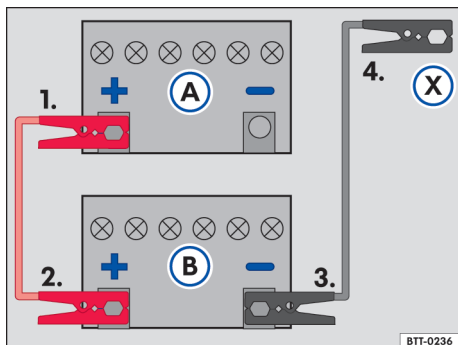

Fig. 123 Esquema para a conexão dos cabos auxiliares de partida: bateria do veículo descarregada (A) e bateria do veículo fornecedora de corrente (B).
Legenda para → Fig. 123:
- Conectar uma extremidade do cabo auxiliar de partida *vermelho* ao polo positivo → Fig. 123 + do veículo com a bateria do veículo descarregada ③ → ⚠.
- Conectar a outra extremidade do cabo auxiliar de partida *vermelho* ao polo positivo + da bateria do veículo fornecedora de corrente ④.
- Conectar uma extremidade do cabo auxiliar de partida *preto* ao polo negativo - da bateria do veículo fornecedora de corrente ⑤.
- Conectar a outra extremidade do cabo auxiliar de partida *preto* X no veículo com a bateria do veículo descarregada em uma peça maciça de metal aparafusada firmemente ao bloco do motor ou no próprio bloco do motor - porém não nas proximidades da bateria ⑥ → ⚠.